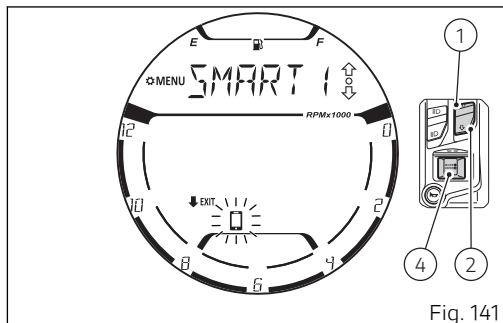

Fig. 141
En el display permanece visualizado el nombre del dispositivo seleccionado de la lista anterior y parpadea el símbolo smartphone "☎" (Fig. 141). Con los pulsadores (1) y (2) es posible desplazar en secuencia los símbolos relativos al tipo de dispositivo en el siguiente orden: